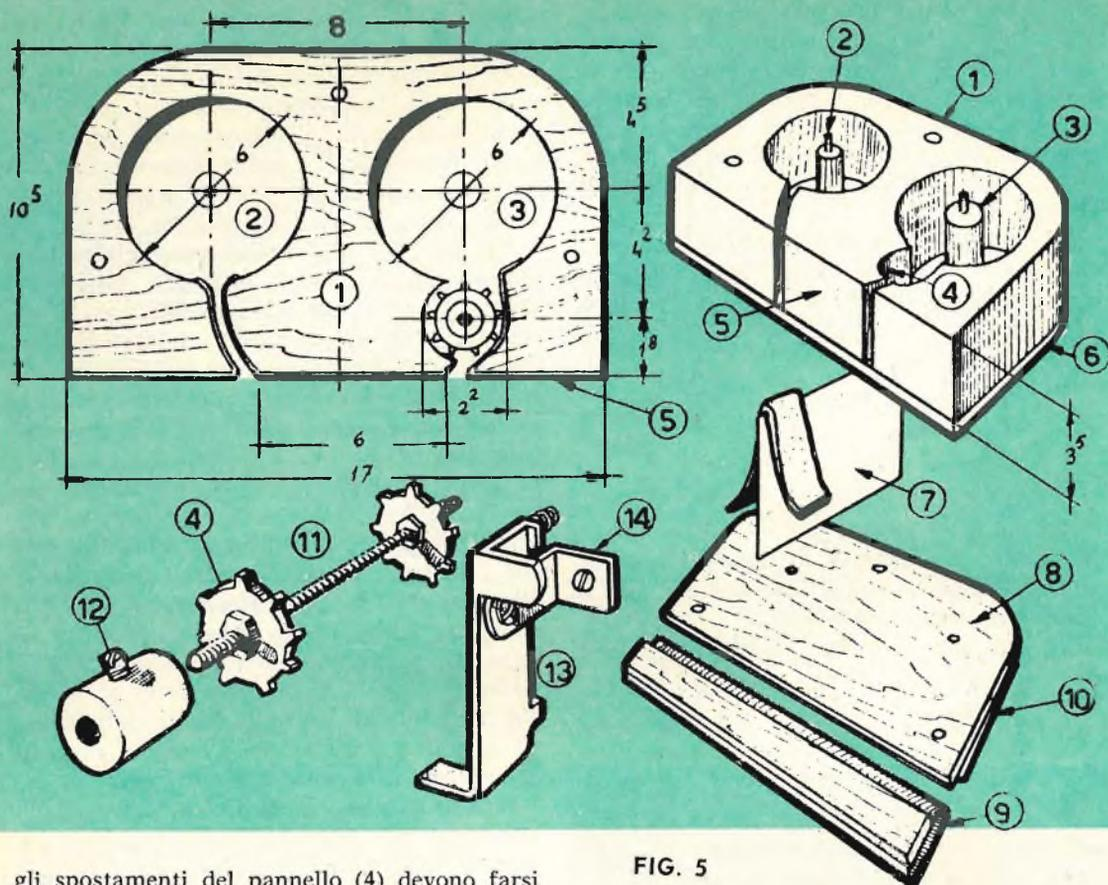

FIG. 5
fica di come utilizzato alla figura (4). Questo serbatoio (fig. 5 e 6) è provvisto di un avvolgitore (2 e 3). In effetti la sola difficoltà riscontrata è quella di fare avanzare il film di una lunghezza uguale a quella di un fotogramma e ciò senza perdere un centimetro di pellicola. Utilizzeremo a questo scopo, il meccanismo presente in tutti gli apparecchi di piccolo formato. Come materiale, vi occorre in ordine principale un blocco di legno o di balsa di 35 mm di spessore (1 fig. 5) e di 10,5x17, due rettangoli di duroalluminio di 10,5x17 cm. (6 e 8). Queste due piastre di duralluminio possono essere sostituite senza inconveniente con del compensato di piccolo spessore.